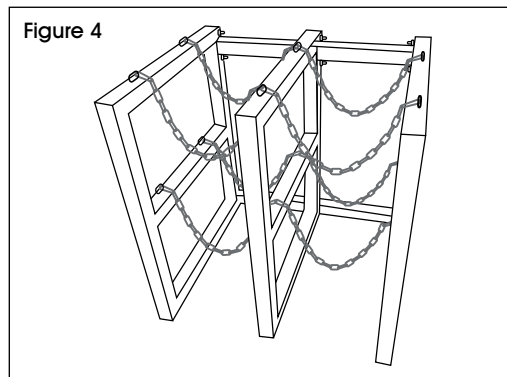

Figure 4
4. Attachez les chaînes selon le besoin. (Voir Figure 4)